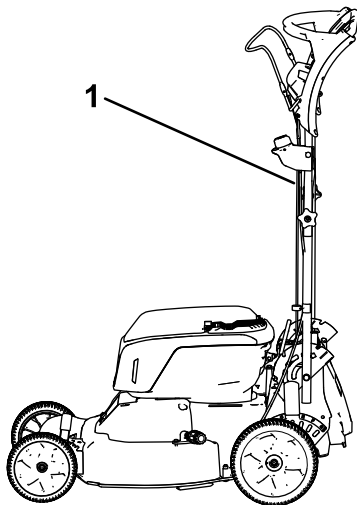

Bild 26
1. Arretieren Sie den Holm in der vertikalen Stellung (Bild 26), siehe Einstellen der Griffhöhe (Seite 18).